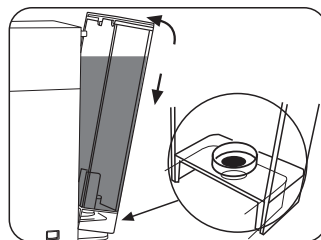

Fig.3
- Reinserrire il serbatoio inclinandolo leggermente e appoggiandolo sulla valvola dell'acqua. Premere la parte superiore nella macchina fino a sentire uno scatto. Onde evitare fuoriuscite d'acqua, controllare che il serbatoio sia fissato (**Fig.3**)